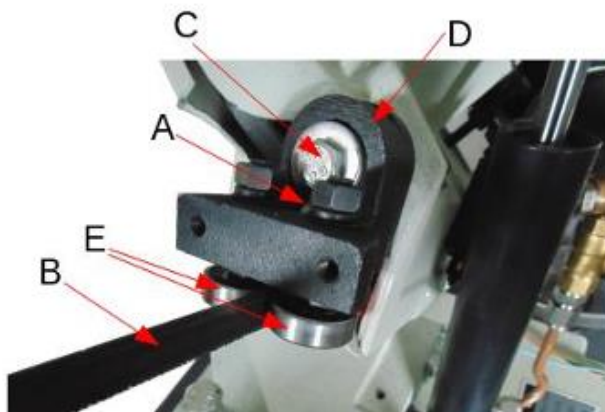

Рис. 9
3. Если необходима регулировка, подшипники, направляющие полотно, и опорный подшипник (Е на рис. 9 – показаны два подшипника) не должны касаться полотна.
2. Опорный подшипник полотна (А на рис. 9) должен быть отрегулирован так, чтобы